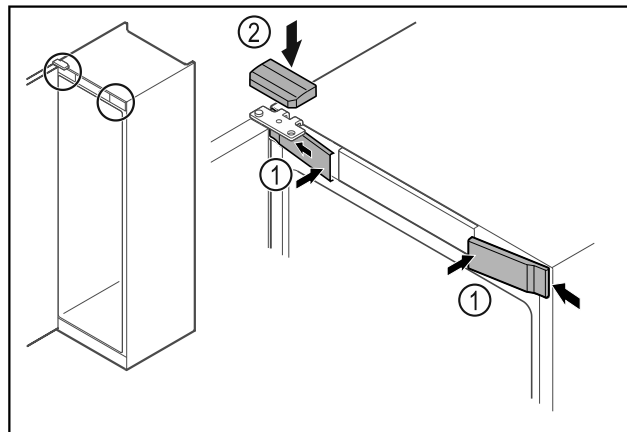

Fig. 68
- Enganchar las cubiertas delanteras Fig. 68 (1) lateralmente y encajarlas.
- Encajar la cubierta superior Fig. 68 (2) desde arriba.